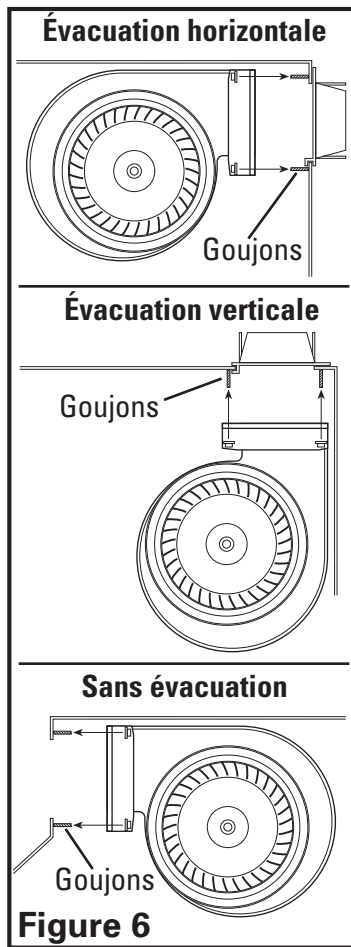

Figure 6
1. Une fois l'ouverture du ventilateur dans la direction choisie, placez les supports de fixation du ventilateur (de chaque côté du ventilateur) au-dessus des goujons du ventilateur à l'intérieur de la hotte (**Figure 6**).
2. Fixez le ventilateur à l'aide des 4 vis que vous avez enlevées plus tôt. Commencez à visser les écrous à la main, puis serrez-les à l'aide d'un tournevis à douille ou d'une clé à cliquet de 3/8 po jusqu'à ce qu'ils soient complètement enfoncés (**Figure 6**).